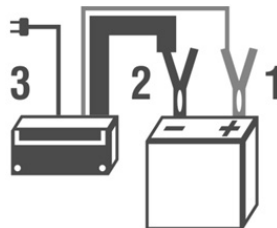

Fig. 4 – Sequência para ligar o carregador na bateria
2. Conecte a garra vermelha do carregador no polo positivo da bateria (posição 1 da Fig. 4);
3. Conecte a garra preta do carregador no polo negativo da bateria (posição 2 da Fig. 4).
4. Conecte o plugue na tomada (posição 3 da Fig. 4);